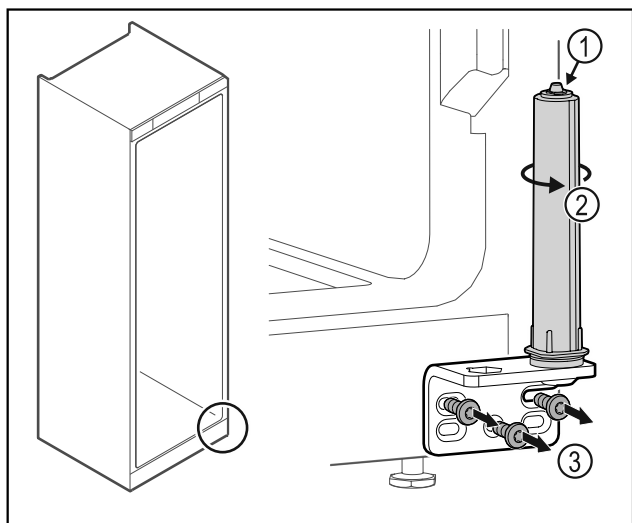

Fig. 31
- ▶ Ärge võtke ukseelukustussüsteemi lahti Fig. 31 (1).
- ▶ Keerake sulgemissüsteemi Fig. 31 (2), kuni see klõpsub.
- ▶ Kruvige šarniirnergik Fig. 31 (3) maha.